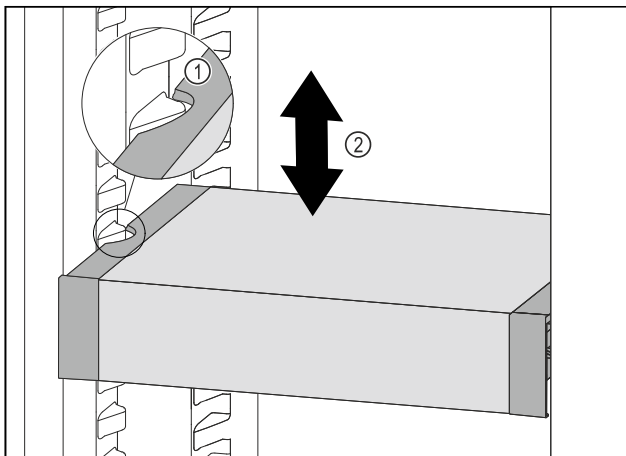

Fig. 87
- Tirare VarioSafe in avanti fino a quando le cavità laterali di VarioSafe non si trovano al livello della nervatura del contenitore nel vano frigorifero. Fig. 87 (1)
- Spostare VarioSafe verso l'alto o verso il basso nel vano frigorifero fino a raggiungere l'altezza desiderata. Fig. 87 (2)